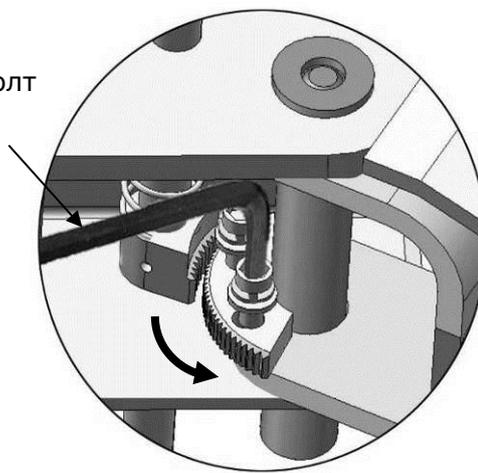

Fig. 41
2. Опустите каретки до конца, используйте 8[#] шестигранник, чтобы ослабить болт (См. рис. 41).